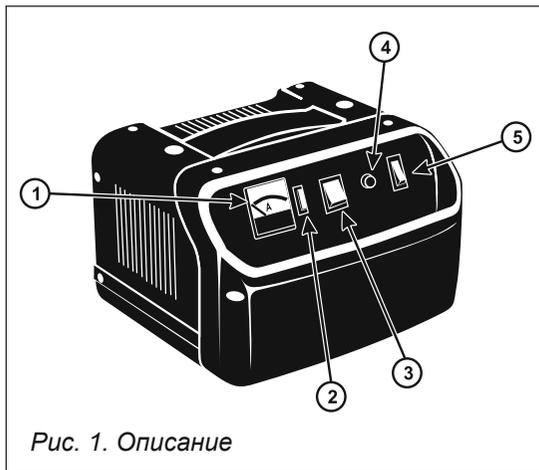

Рис. 1. Описание
#### 4. ОПИСАНИЕ (рис. 1)
- Установите на панели управления нужный режим заряда (см. рис. 1):